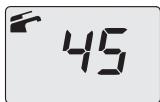

Figura 3.5
• El display LCD muestra la temperatura de la caldera (circuito primario) y el símbolo ☞ (Figura 3.5).